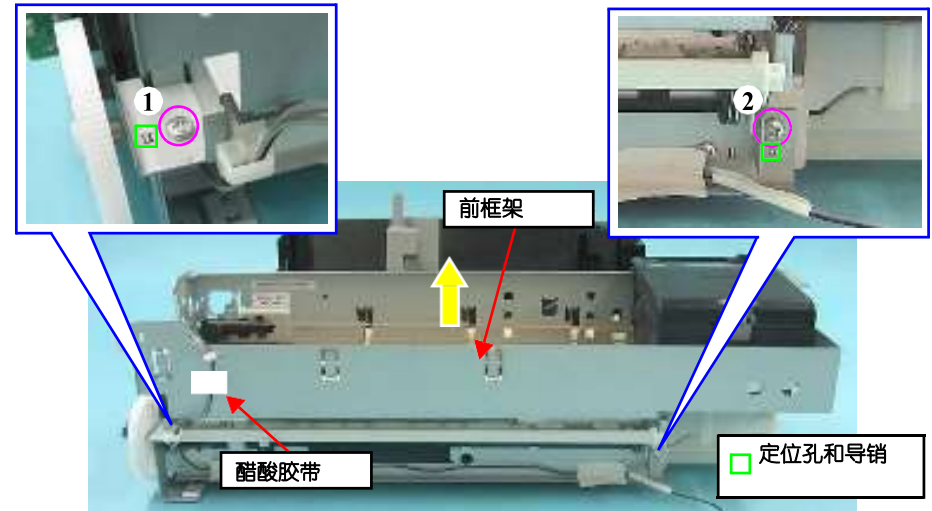

图1-75。卸下前框架
- 安装前框架时，将前框架的定位孔与主框架的导销 (两对) 对齐，然后按照图1-75 (p. 47) 中的顺序拧紧螺钉。